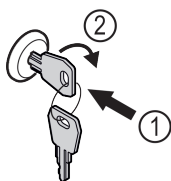

Fig. 149 Ilustrační zobrazení
- Klíč zasuňte dovnitř Fig. 149 (1).
- Otácejte klíčem o 90° ve směru hodinových ručiček Fig. 149 (2).